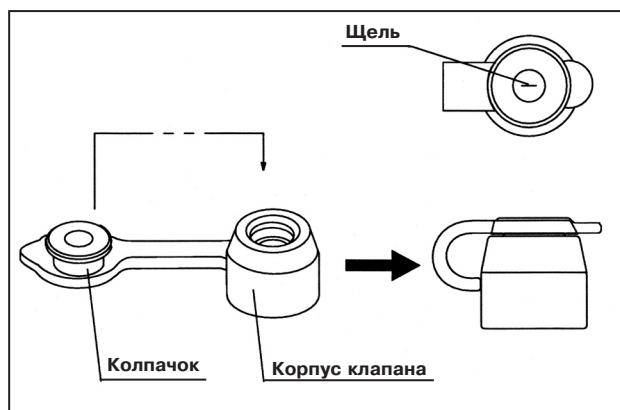

Рис. 3.5
2. Присоедините колпачок к корпусу клапана (см. рис. 3.5).